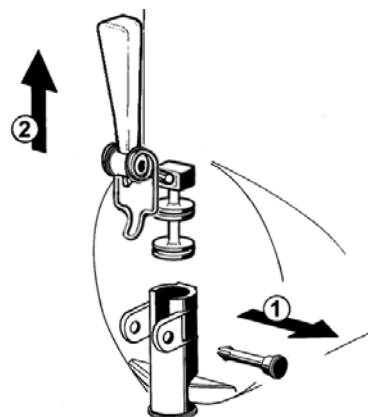

figura 10
- 5 Disassemblare il rubinetto con la sequenza indicata (vedere figura 10).
3 Riasssemblare il rubinetto sul contenitore con sequenza inversa rispetto a quanto fatto per lo smontaggio (vedere figura 10).